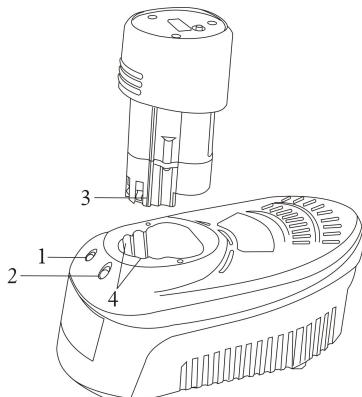

Рис.3
1. Включите зарядное устройство в сеть. Зеленый индикатор (2) загорится.(Рис.3)
2. Вставьте аккумулятор в зарядное устройство. Красный индикатор (1) начнет мигать через 3-5 секунд. Это означает, что аккумулятор начал заряжаться. По истечении 35 минут красный индикатор потухнет и начнет мигать зеленый индикатор (2). Это означает, что аккумулятор почти заряжен. Через 15 минут зеленый индикатор перестанет мигать и загорится. Это означает, что аккумулятор полностью заряжен.